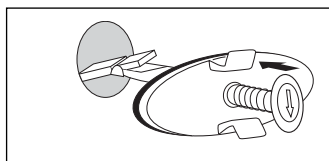

Fig. 2
- Introdúzcalo en el rebosadero. Al momento que toca la palanca de cierre sobre la pared posterior, se levanta (fig. 2).